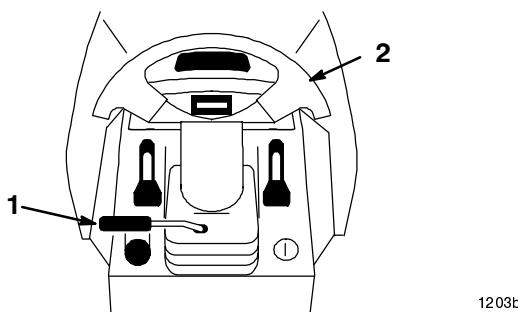

Bild 14
1. Heben Sie den Kipphobel, um die Verriegelung aufzuheben (Bild 14).